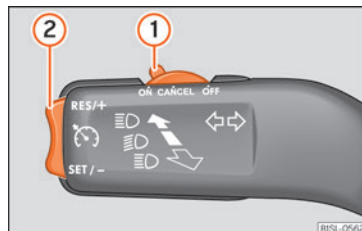

Fig. 133 På blinklysarmen: kontakt og knapper til betjening af fartpilot
- Skub kontakten »» Fig. 133 ① hen på **ON**.
- Tryk på knappen »» Fig. 133 ② i området **SET/-**.
- Skub kontakten »» Fig. 133 ① hen på **CANCEL**, eller trød på bremsepedalen.
- Tryk på knappen »» Fig. 133 ② i området **RES/+**.
Under fartpilots regulering kan den gemte hastighed indstilles med knappen »» Fig. 133 ②:
- For at øge hastigheden i trin a 1 km/h (1 mph) skal du trykke et kort øjeblik på knappen »» Fig. 133 ② i området **RES/+**.
- For at øge hastigheden kontinuerligt skal du holde knappen »» Fig. 133 ② inde i området **RES/+**.
- For at reducere hastigheden i trin a 1 km/h (1 mph) skal du trykke et kort øjeblik på knappen »» Fig. 133 ② i området **SET/-**.
- For at reducere hastigheden kontinuerligt skal du holde knappen »» Fig. 133 ② inde i området **SET/-**.
- Skub kontakten »» Fig. 133 ① hen på **OFF**.